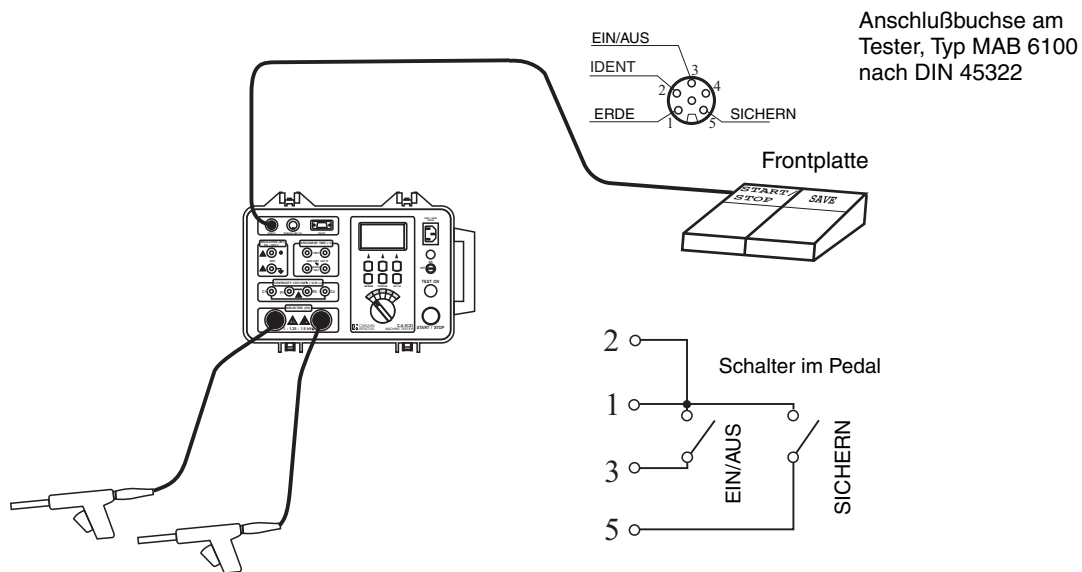

Abb.41 - Anschluß des Fernbedienungspedals an den C.A 6121 MASCHINEN-TESTER
1. Fernbedienungspedal wie in Abb. 41 gezeigt an den Tester anschließen.